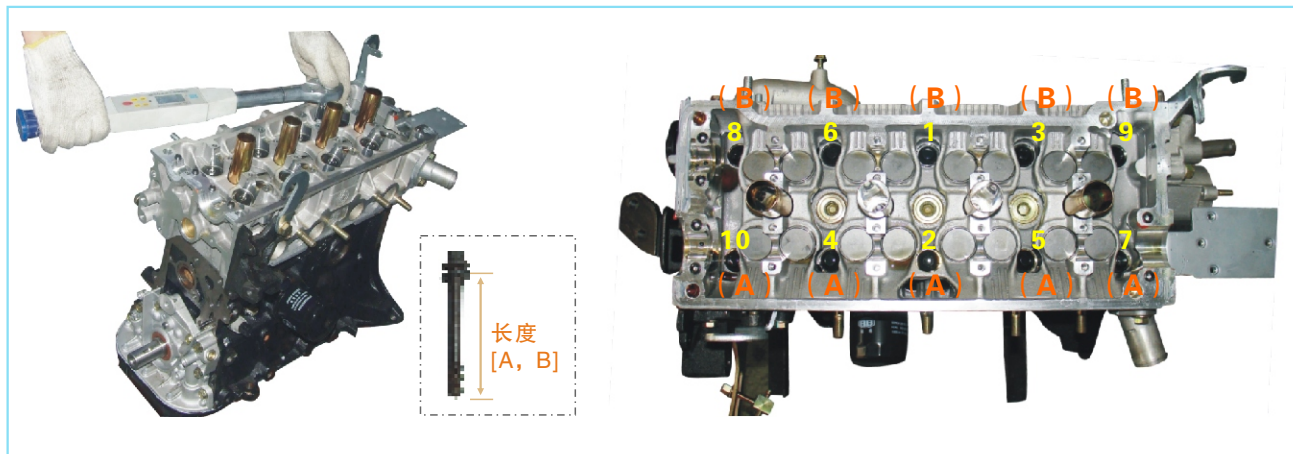

图2-104 气缸盖螺栓拧紧顺序及安装位置
b. 用专用维修工具，按图示顺序分几次均匀地拧紧 10 个气缸盖螺栓（图2-104）。